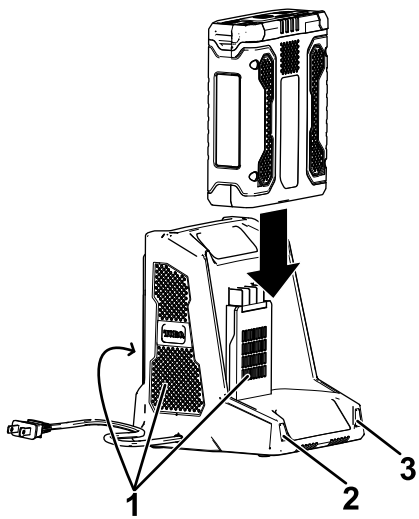

Figure 4
4. Glissez la batterie dans le chargeur jusqu'à ce qu'elle soit bien enclenchée (Figure 4).